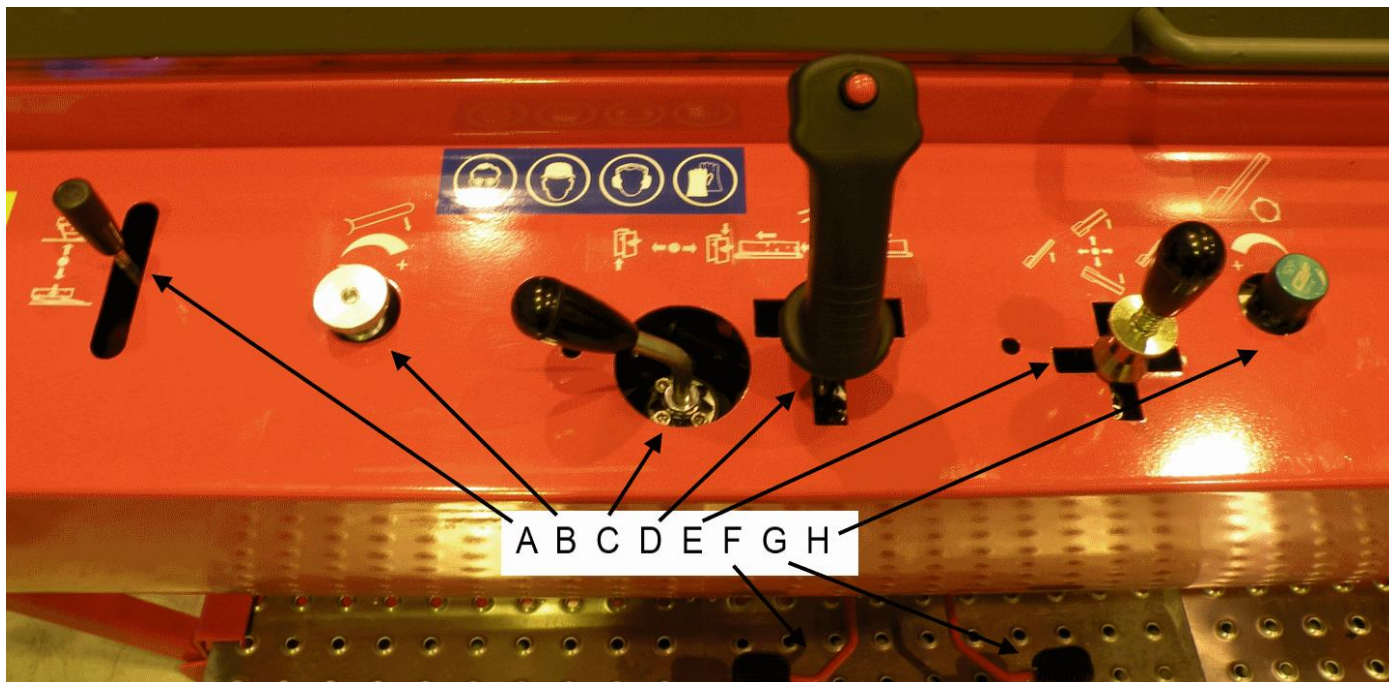

Bild 9. Maskinens manöverorgan
2. Kontrollera att transportören har stannats med styrningen H, punkt 3.2 och bild 9, (medsols) och starta maskinen.
3. Håll låsningen A öppen och sänk utmatningstransportören hydrauliskt till lägsta läge med styrningen E (till höger) enligt punkt 3.2, bild 9.
1. Stanna transportören med styrningen H i punkt 3.2, bild 9.
2. Frigör låsningen D för transportörens övre del och sänk transportören hydrauliskt till nedre läget med driftspaken E på bild 9.
#### Namn på och funktioner för manöverorganen på bild 9
Styr maskinens utmatningstransportör med manöverorganen E och H på bild 9. Välj lämplig riktning och höjd för transportören med manöverorganet E. Med manöverorganet H kan du steglöst justera transportörens rotationshastighet. Du kan sänka hastigheten tills transportören stannar.
Med ställspaken C på bild 9 kan du hydrauliskt styra maskinens klyvbett uppåt eller neråt. Vi rekommenderar att veden alltid går genom bettet så nära bettets mitt som möjligt för att vedklabbarna ska bli lika stora.
8. Vid sträng köld kan kaprörelsen till en början vara långsam. Upprepa då klyvrörelsen med klyvpedalen (bild 9, pedal G) tills oljan värms upp och rörelsen har normal hastighet.
10. Starta klyvrörelsen med klyvpedalen (bild 9, pedal G) och stanna den genom att öppna skydden för maskinens klyv- och kapfunktion.
11. Kontrollera att klyvbalken återgår till utgångsläget genom att hålla fotpedalen F (bild 9) i botten.
12. Starta klyvrörelsen genom att trampa fotpedalen G (bild 9) i botten.
13. Provkör inmatningstransportörens matnings- och returrörelse med joystick D på bild 9.
14. Provkör den hydrauliska vedgejdens lyftrörelse genom att trycka joystick D på bild 9 framåt och samtidigt trycka på knapp A på joysticken (Bild 10).
Den ved som ska bearbetas matas in i maskinen med inmatningstransportören. Du matar in ved i maskinen genom att föra joystick D på bild 9 i punkt 3.2 framåt och till höger. Du kan backa inmatningen genom att föra joysticken framåt och till vänster.
Den sista vedklubben körs direkt till klyvning och klyvningen inleds med klyvens fotpedal G på bild 9.
Maskinens klyvbalk utför automatiskt en klyvrörelse när du sänker kapsvärdet till lägsta läget (med manöverorganet D ner/upp på bild 9 i punkt 3.2) och lyfter det tillbaka till det övre läget.
Du kan också starta klyvrörelsen med fotpedalen G (bild 9) genom att trycka den i botten. Håll inte pedalen i botten onödigt länge, ca 1 sekund är tillräckligt. Fotpedalen är huvudsakligen avsedd att användas vid klyvning av den sista vedklubben. Då behöver inte användaren i onödan köra kapsvärdet till det nedre läget, utan klyvningen kan enklare och snabbare startas med fotpedalen.
Om du får problem med klyvningen och är tvungen att låta klyvbalken återgå till utgångsläget mitt i en klyvrörelse ska du öppna klyvningens och kapningens skydd, varvid klyvningen stannar. Tryck sedan pedalen F på bild 9 i botten och håll den där tills balken har återgått till utgångsläget.
1. Låt klyvbalken återgå till utgångsläget med pedalen för återkallad klyvning (bild 9, pedal F).